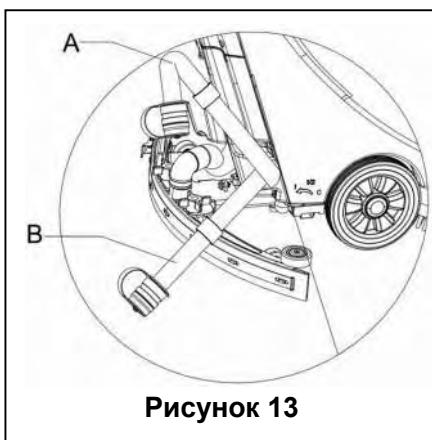

Рисунок 13
2. При использовании ручки швабры (14), приподнимите швабру.
4. Возьмитесь за руль (2) и осторожно наклоните устройство назад, чтобы направляющее колесо коснулось пола. (Для стыковки устройства см. процедуры остановки секции)
5. Отключите сливной шланг от фиксатора, согните верхнюю часть сливного шланга (как показано в А, **рисунок 13**), а затем откройте крышку сливного шланга, опустите сливной шланг на низкий уровень или на землю, для того, чтобы слить воду. Кроме того, сразу установите сливной шланг в низкой позиции или на земле, чтобы сделать спускающийся выход воды (как показано в В, **рисунок 13**), а затем откройте крышку отверстия для слива воды, для отвода сточной воды в резервуаре. После завершения слива, используйте чистую воду, чтобы очистить резервуар для грязной воды.